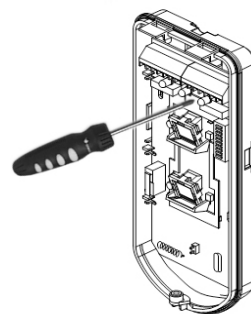

Fig. 8: Scheda elettronica
- b. Utilizzare un cacciavite per svitare la vite di blocco (Fig. 8).